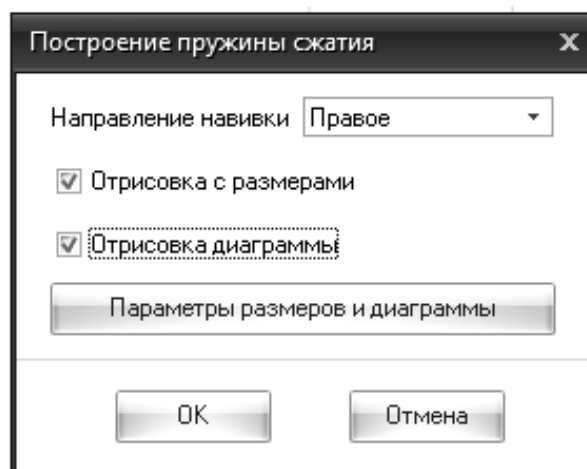

Рис. 13.3. Окно «Построение пружины сжатия»
4. В окне **Построение пружины сжатия** укажите параметры «**Отрисовка с размерами**» и «**Отрисовка диаграммы**» (рис. 13.3). Нажмите кнопку «**ОК**».